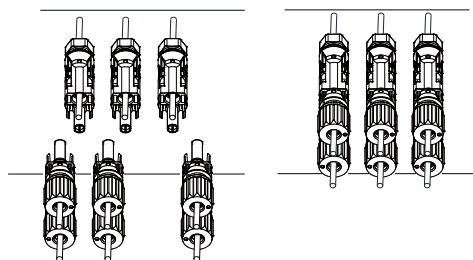

Figura 6.6 Conexão de entrada CC
d) Por fim, insira os conectores FV nas entradas FV positiva e negativa do inversor, conforme mostrado na Figura 6.6.